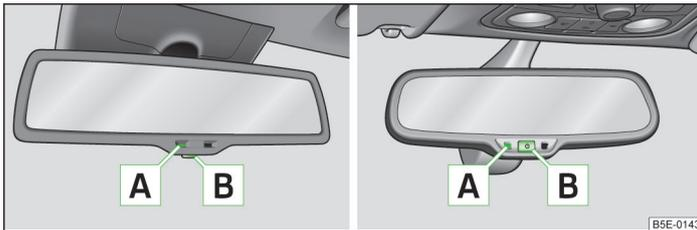

Abb. 42 Automatisch abblendende Spiegel
- Die Taste drücken, die Kontrollleuchte leuchtet auf » Abb. 42.